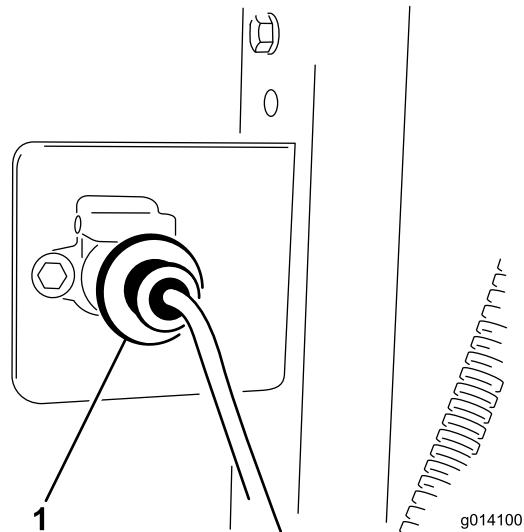

Figure 10
1. Montez le support de prise à l'arrière du véhicule tracteur à l'aide de (2) vis 5/16 x 1" et écrous.
3. Fixez le faisceau de câblage au support avec (2) vis 1/4 x 1" et écrous (Figure 10).
5. Fixez le faisceau de câblage de l'unité de base au faisceau de câblage du véhicule tracteur (Figure 10). Le connecteur est situé près du flexible hydraulique fixé au véhicule tracteur.